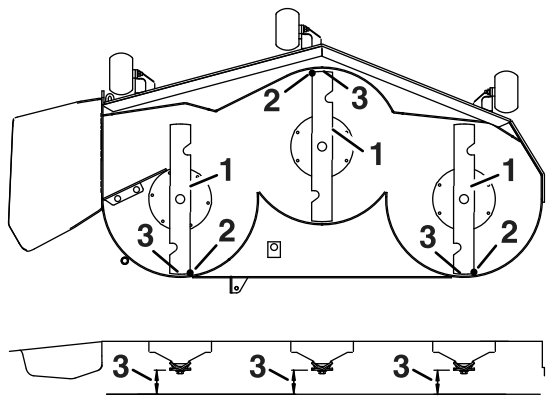

Figura 120
7. Compruebe el nivel longitudinal de la cuchilla (Figura 120). Asegúrese de que la punta de la cuchilla delantera está más abajo que la punta de la cuchilla trasera, como se muestra en Altura de bloque y soporte. Si es necesario realizar ajustes, siga con este procedimiento.